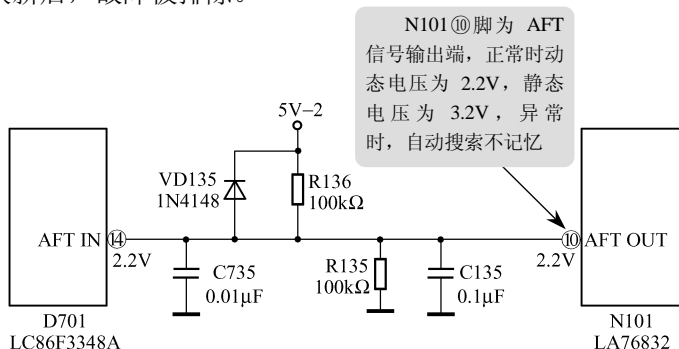

图 7-9 AFT 电路故障检修
根据故障现象和检修经验, 可初步判断是 AFT 电路有故障, 这时应首先重点检查 D701⑭脚和 N101⑩脚之间的电路元器件, 如图 7-9 所示。经检查, 发现 N101⑩脚电压始终为 5V, 而正常时, 其动态电压为 2.2V, 静态电压为 3.2V。再进一步检查, 发现是 VD135 击穿损坏, 将其换新后, 故障被排除。
小结: 在如图 7-9 所示中, VD135 主要用于钳位保护, 不使 D701⑭脚和 N101⑩脚电压过高, 击穿损坏产生的本例故障是该种机型中的一个特有现象。这一点检修时很值得注意。